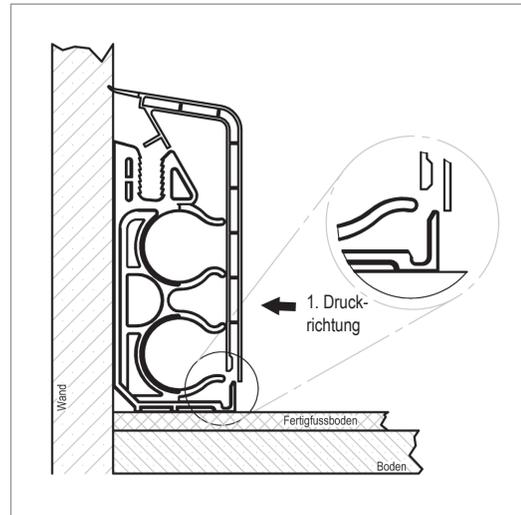

Abb. 18
- Leiste gegen die Schelle drücken, so daß die obere Dichtlippe an der Wand anliegt (Abb. 18)